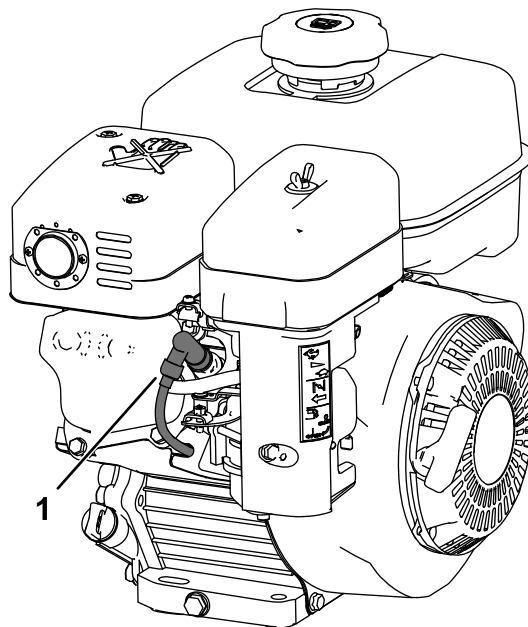

Figura 5
5. Scollegate il cappellotto dalla candela (Figura 5).